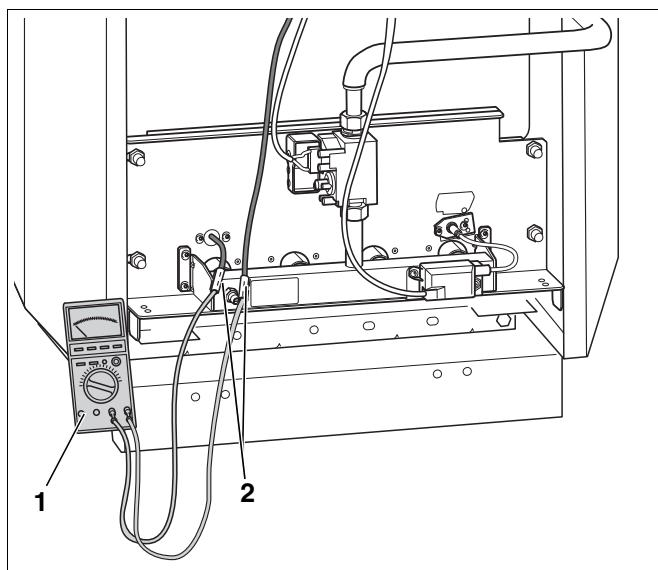

Рис. 30 Измерение тока ионизации
- Измерительный прибор (рис. 30, **поз. 1**) последовательно соединить с контактами снятого штекерного соединения контролльного кабеля (рис. 30, **поз. 2**).
- Выбрать на измерительном приборе (рис. 30, **поз. 1**) диапазон постоянного тока в мА.
- Восстановить штекерное соединение контрольного кабеля (рис. 30, стр. 48, **поз. 2**).